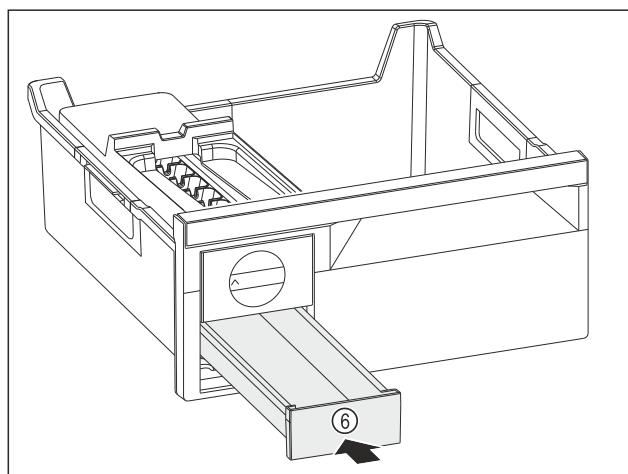

Fig. 83
- Zasuňte zásuvku na kocky ľadu Fig. 83 (6).